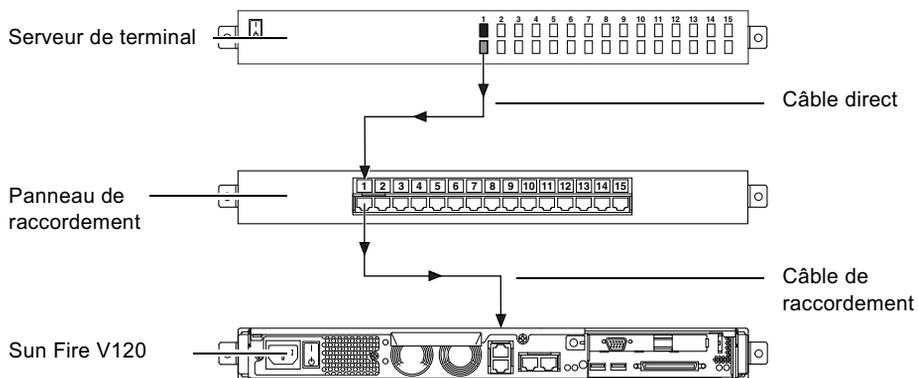

FIGURE 6-3 Connexion du panneau de raccordement entre un serveur de terminal et un serveur Sun Fire V120
- Branchez un câble redondant sur un panneau de raccordement et utilisez le câble de raccordement direct pour relier le panneau de raccordement au serveur Sun Fire V120 ou Netra 120 (voir la FIGURE 6-3).